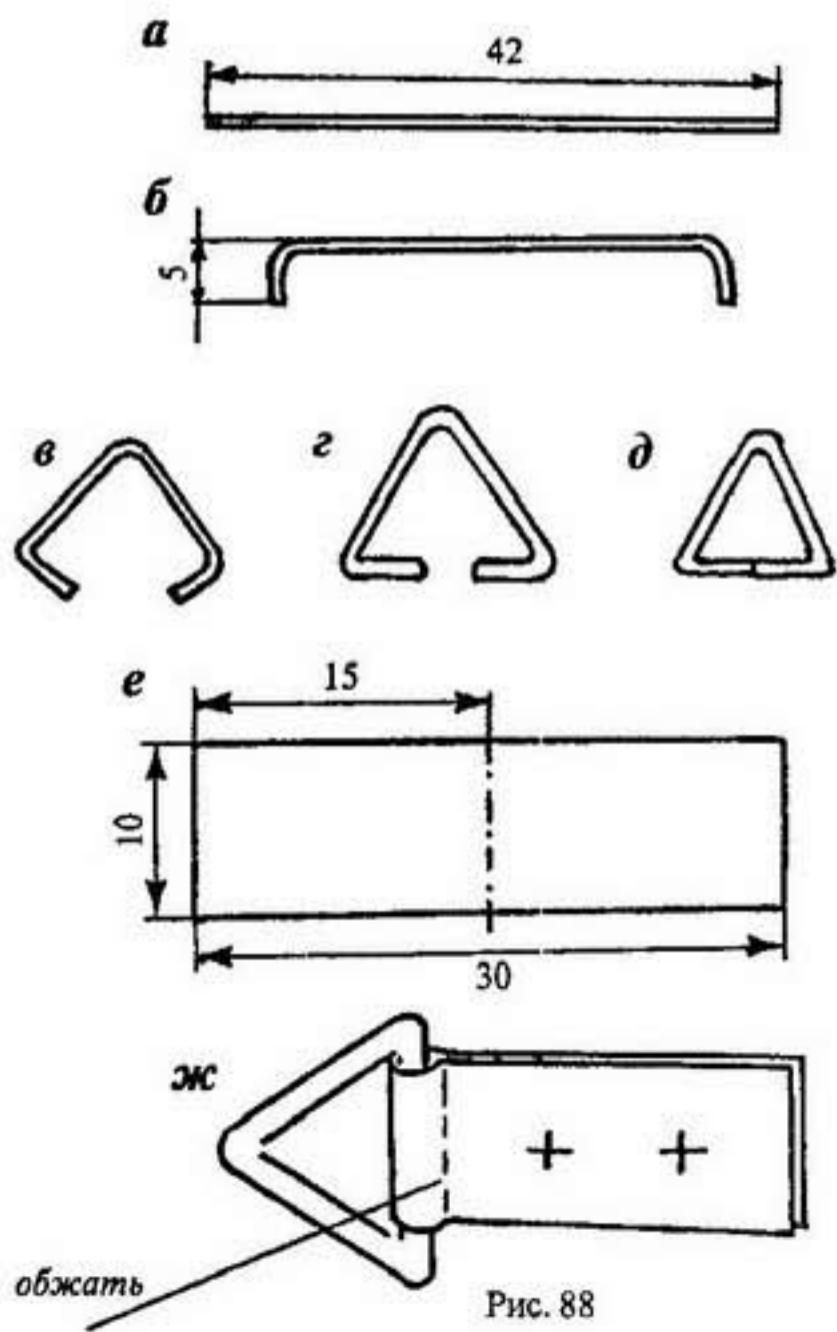

Рис. 88
1. Откусите кусачками, предварительно выпрямив скрепку, заготовку проволоки длиной 42 мм (рис. 88, а).
2. Загните с помощью плоскогубцев концы заготовки под прямым углом по 5 мм (рис. 88, б).
3. Согните заготовку посередине, применяя также плоскогубцы (рис. 88, в).
4. Пальцами или плоскогубцами подогните концы заготовки до угла в 60° (рис. 88, г).
5. Согните заготовку так, чтобы концы сошлись (рис. 88, *д*).
6. Из банки разметьте и вырежьте заготовку — пластину тонкого листового металла (рис. 88, *е*) — и наметьте линию сгиба.
7. Просуньте пластину в проволочную петлю, согните по линии сгиба и обожмите плоскогубцами (рис. 88, *ж*).
8. Разметьте отверстия и проколите их шилом (рис. 88, *жс*).